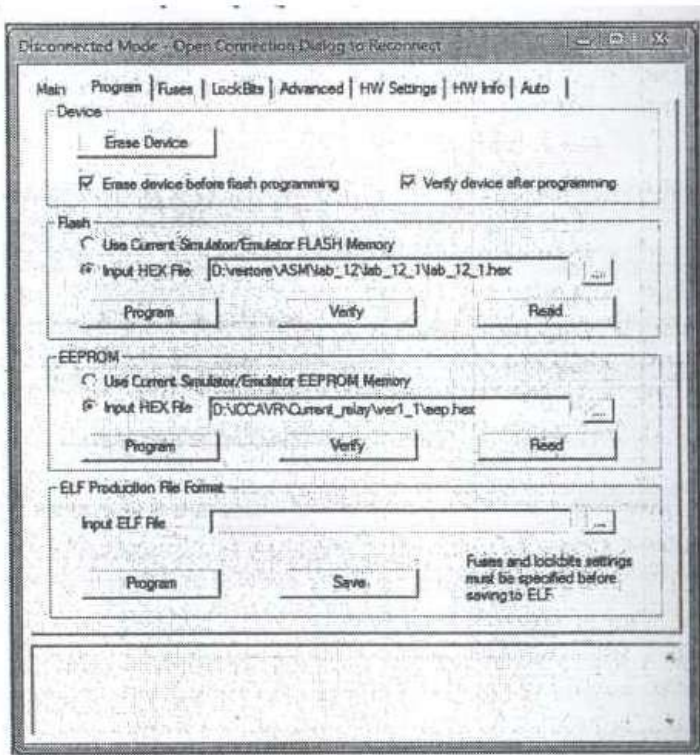

Рис. 6. Окно программирования микроконтроллера
-если номер USBCOM-порта соответствует указанным требованиям, то происходит подключение микроконтроллера к среде AVR-Studio и появляется и окно программирования контроллера (рис. 6);